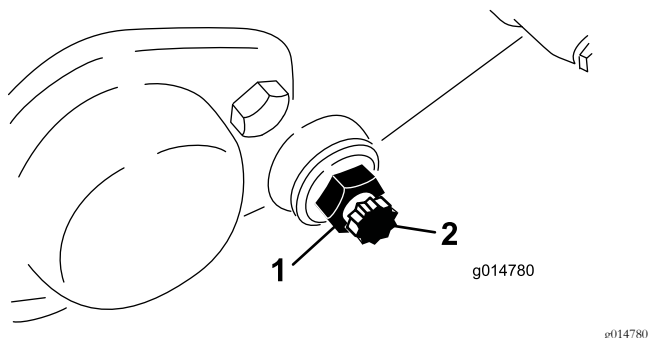

Figure 56
- De chaque côté de la machine, desserrez l'écrou de blocage qui maintient le boulon de la barre d'appui (Figure 56).
- Retirez les boulons de la barre d'appui de façon à pouvoir abaisser la barre et la déposer de la machine. Mettez de côté les 2 rondelles en nylon et les 2 rondelles en acier estampé de chaque côté de la barre d'appui (Figure 56).